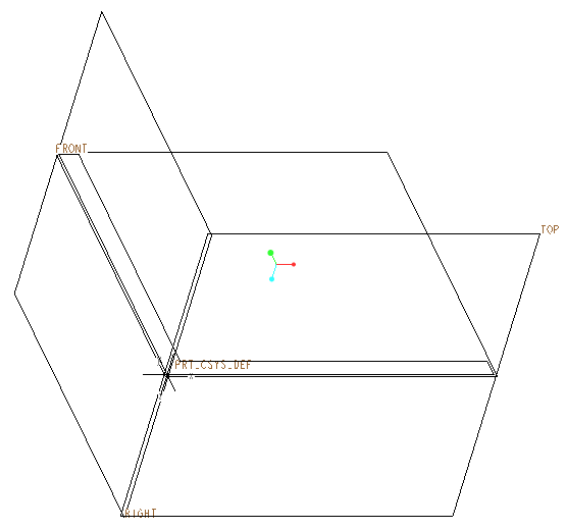

図 3-27 L型スケッチの完了
- スケッチツールバーの「スケッチ完了」ボタンをクリックして、メインツールバーで「保存したビューリスト」ボタンをクリックし、「標準方向」を選択すると図 3-27 のようにスケッチが完了する。
- 図 3-27 の状態で「押し出しツール」を開始すると図 3-29 のように押し出される。